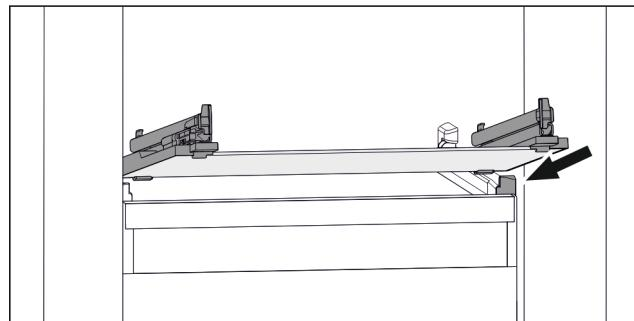

Fig. 113 Príklad zobrazenia sklenej dosky
- Nasadte sklenenú dosku šikmo za zarázkami. (pozri Fig. 113)